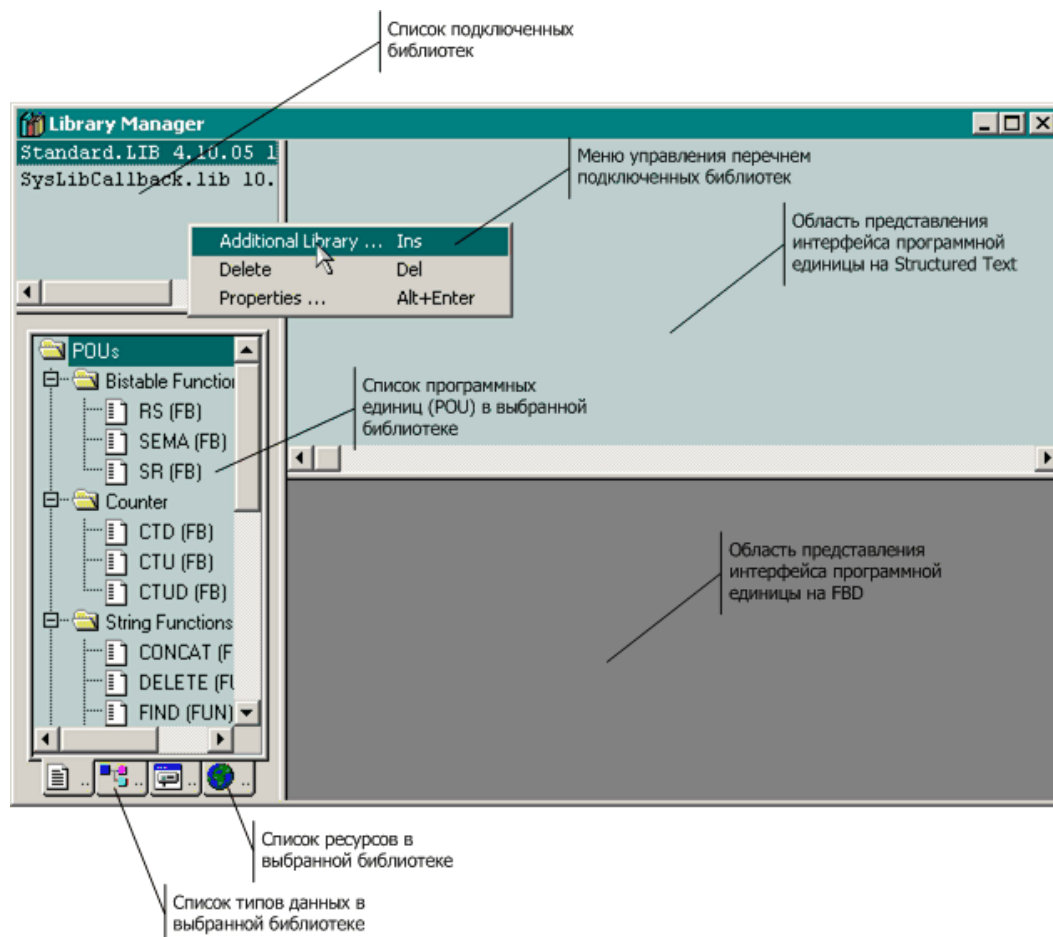

Рис. 41. Окно ресурса Library Manager
1. Щелкните на вкладке **Resources** в левой части главного окне CoDeSys, после чего дважды щелкните на значке ресурса **Library Manager** в списке ресурсов проекта. На экран будет выведено окно менеджера библиотек **Library Manager**, показанное на рис. 41.